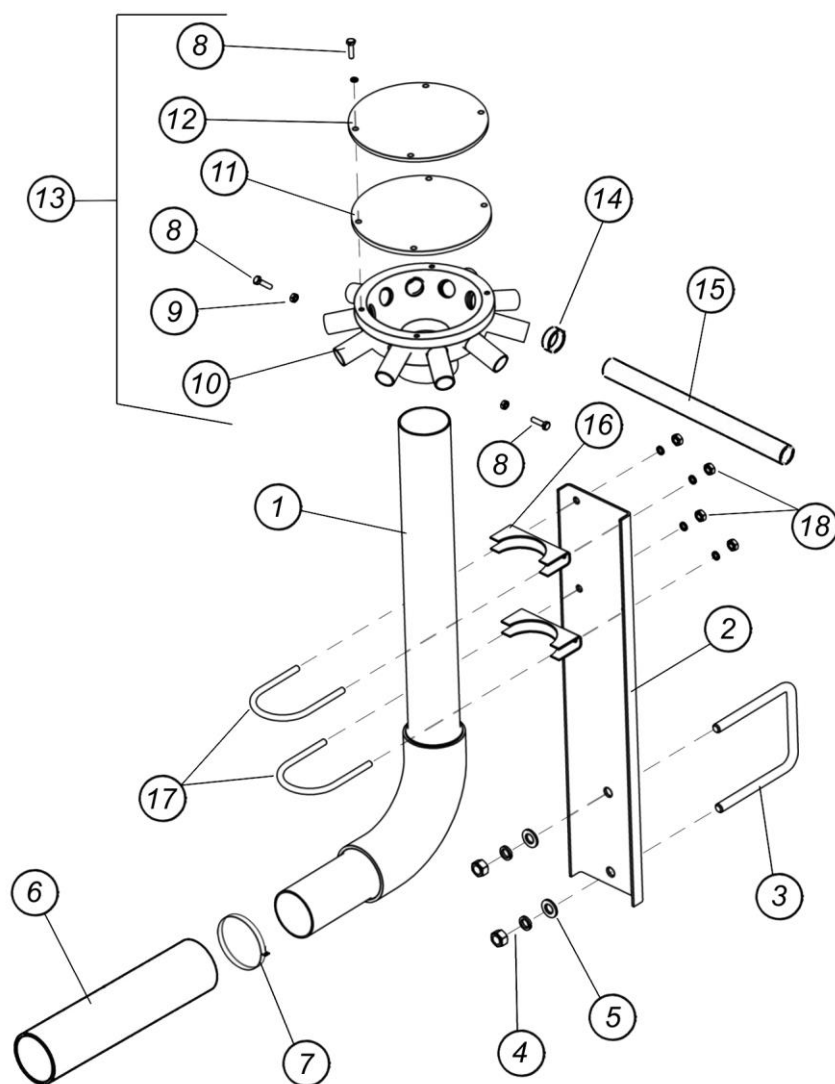

Рис.7.2.3. Узлы и детали вторичного распределителя
7.2.3. Вторичный коллектор-распределитель (рис.7.2.3)